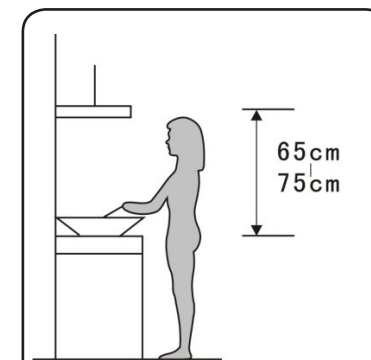

Abbildung 3
- C. Die Dunstabzugshaube muss mit einem Abstand von 65 bis 75 cm über der Kochfläche angebracht werden, um eine optimale Wirkung zu gewährleisten. (Abbildung 3)